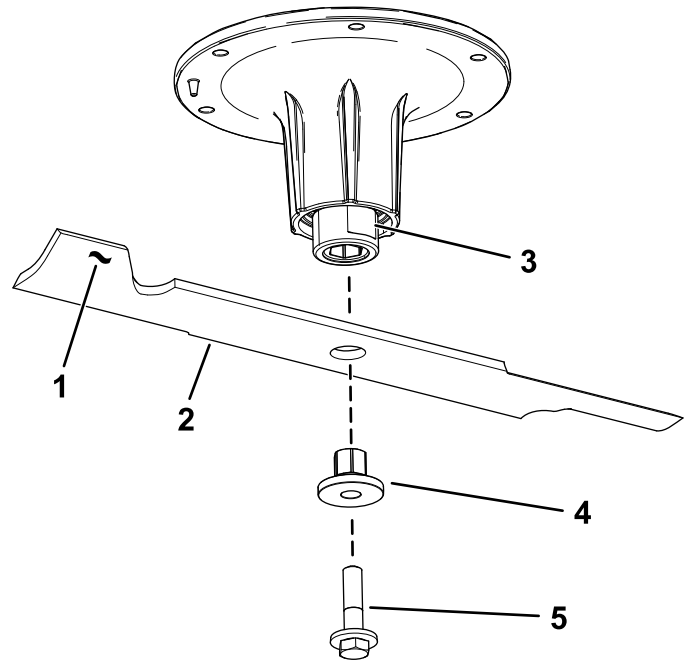

Рисунок 70
2. Вийміть болт ножа, втулку та ніж з вала шпindelя (Рисунок 70).